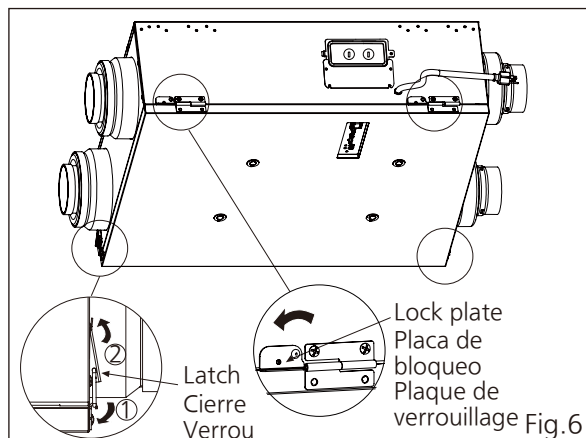

Fig.6
4. Install and close frame cover by locking the latches, then reset the lock plate. (Fig.6)
Vuelva a instalar la cubierta del marco, bloquee los cierres y restaure la placa de bloqueo. (Fig. 6)
Réinstallez le cache-cadre puis verrouillez les verrous et réinitialisez la plaque de verrouillage. (Fig.6)